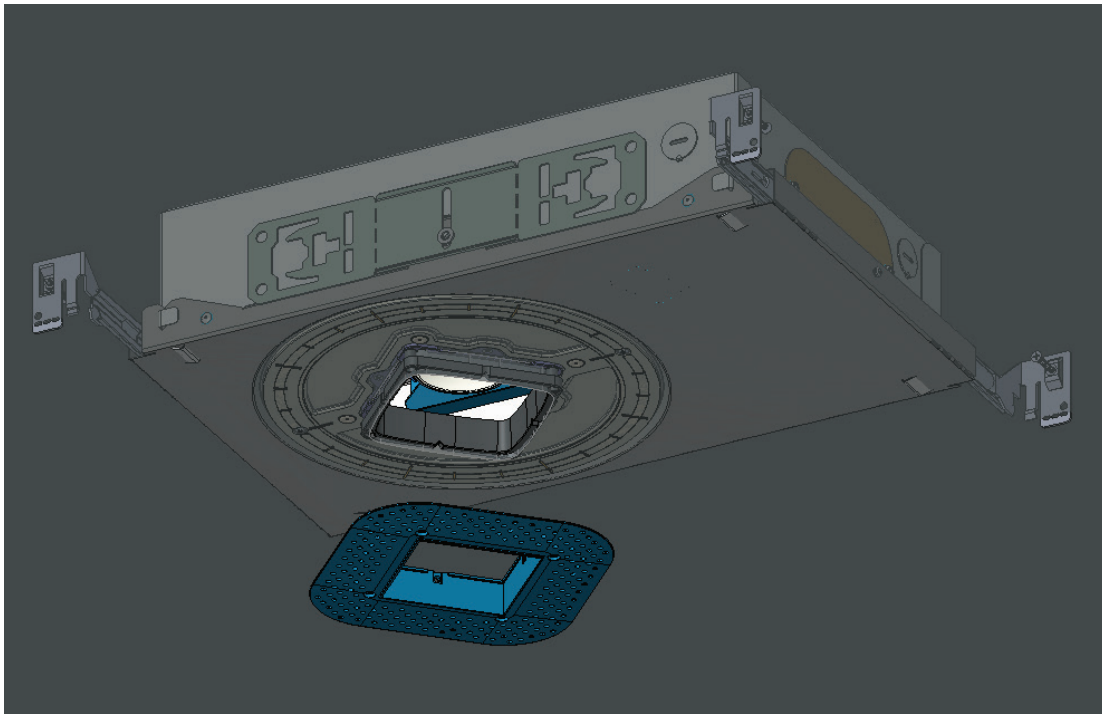

Fig. 10
1. Alinee el retenedor de modo que los orificios del mismo se alineen con los pilares atornillables del collar (consulte la Fig. 10).